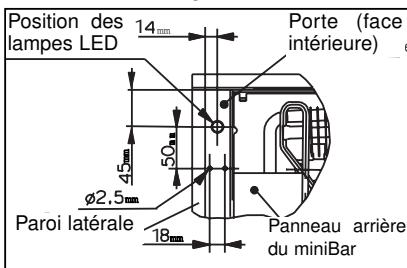

Figure 10.
- Percez les trous nécessaires à la lampe LED conformément aux figure 10 et 11.